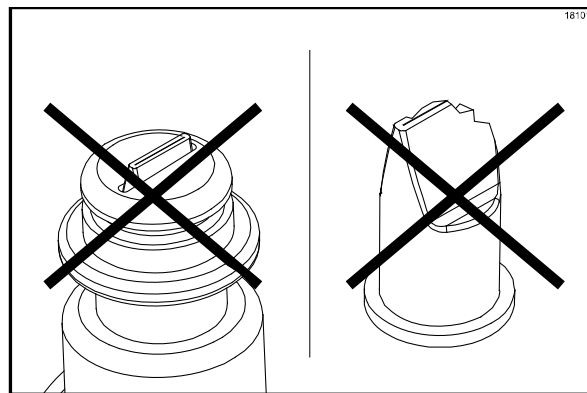

Рис. 240
**Примечание:** при повреждении клапана "утиный нос" или его выходе за пределы плоскости торца наконечника замените клапан. (См. рис. 240.)